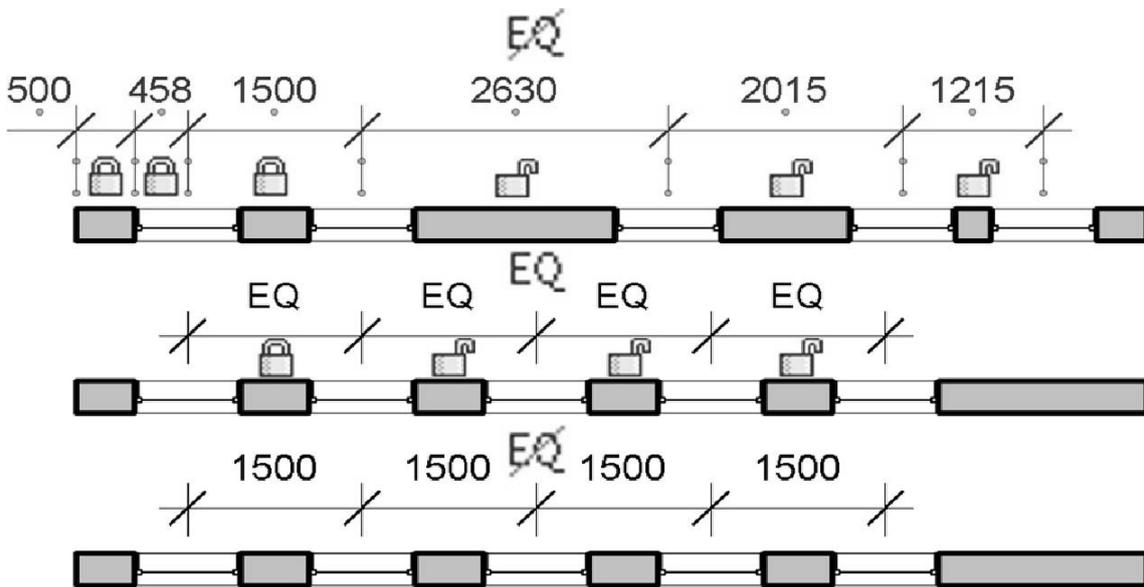

Рисунок 10.2 – Блокировка отдельных размеров. Выравнивание объектов
– замок – позволяет заблокировать размер «отслеживания». Ограничивает редактирование объекта, к которому привязан размер, например, блокирует длину стены или расстояние до или между проемами (рисунок 10.2).